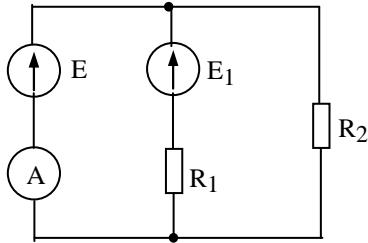

Рис.1.4.1
1.4.1. Определить величину и направление тока через амперметр A в цепи, собранной по схеме (рисунок 1.4.1), где $E=6$ В, $R_1=4$ Ом, $E_1=4$ В, $R_2=12$ Ом.